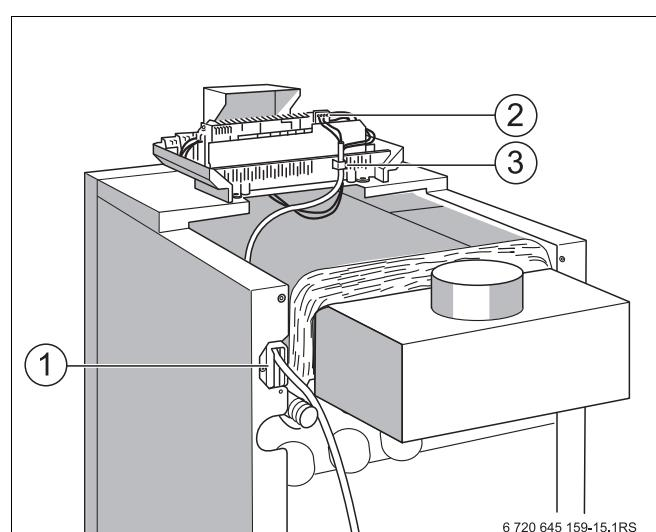

Рис. 17 Кабельный ввод и штекерные соединения
- Электрические соединительные провода заказчика и соединительный провод от системы контроля дымовых газов провести к системе управления снизу через кабельный ввод (Рис. 17, поз. 1).
- Электрические подключения к штекерам (Рис. 17, поз. 2) системы управления (Рис. 17) выполнять согласно прилагаемой схеме.